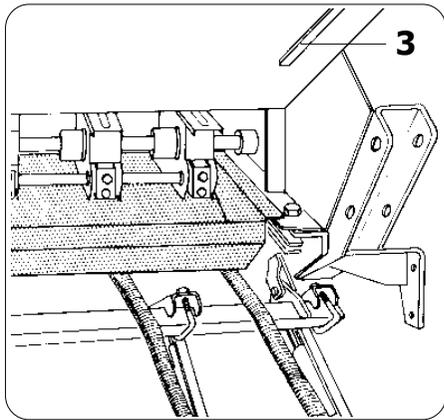

Fig. 15
SECONDO: ritirare la cassetta dall'alloggiamento di trasporto (3) e far slittare in senso orizzontale sotto i dispositivi di dosaggio (fig. 15).